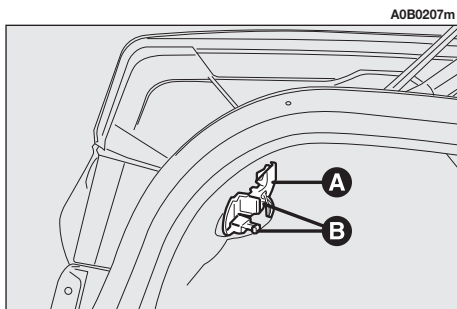

fig. 44
– Estrarre il gruppo portalampane (**A-fig. 44**) agendo sulle linguette di ritegno (**B-fig. 44**).
– Reinscrivere il gruppo portalampe fissandolo correttamente in posizione mediante le linguette di ritegno (**B-fig. 44**).